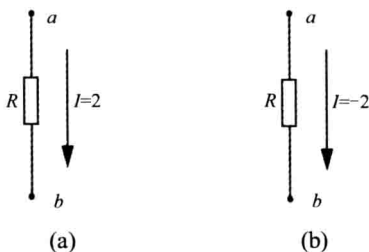

图 1-2-4
**例 1.2.1** 电流的大小及参考方向如图 1-2-4 所示，试指出电流的实际方向。